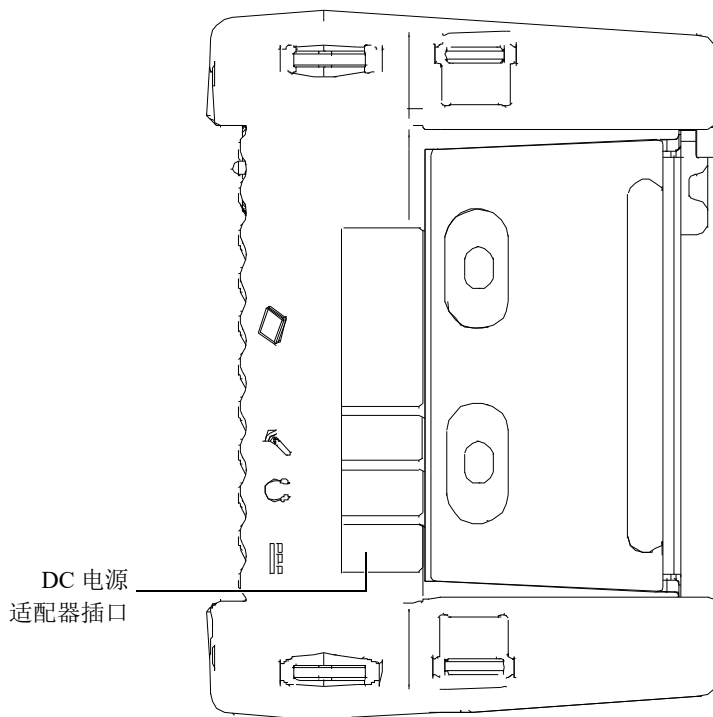

图 8-1 OmniScan MX / MX1 仪器的 DC 电源适配器插口
2. 掀起位于 OmniScan MX / MX1 仪器右侧面板上、盖住 DC 适配器插口的橡胶密封盖（参见第 91 页的图 8-1）。
3. 将 DC 电源适配器连入到 OmniScan MX / MX1 仪器的 DC 电源适配器插口中（参见第 91 页的图 8-1）。